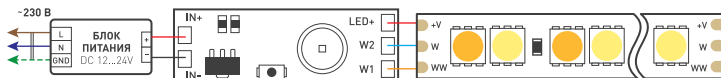

Рисунок 4. Схема подключения выключателя.
- 3.4. Подключите светодиодную ленту MIX к выводу выключателя, соблюдая полярность (см. Рис. 4).
- 3.5. Подключите питание ко входу выключателя, соблюдая полярность (см. Рис. 4). Напряжение питания должно соответствовать напряжению подключенной светодиодной ленты и не превышать рабочее напряжение выключателя.